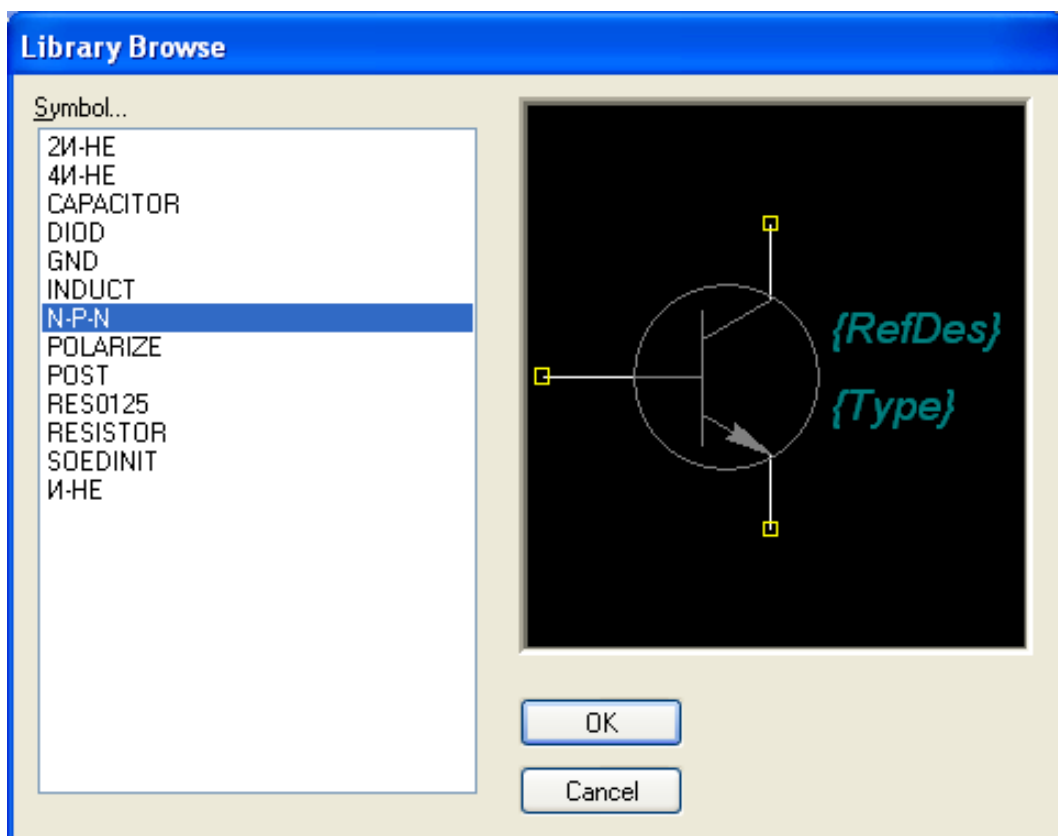

Рисунок 3.18 - Выбор символа транзистора
- Для этого следует нажать кнопку **Select Symbol**. В открывшемся окне **Library Browse** (рис. 3.18) в списке символов найти «**N-P-N**», выделить его цветом и нажать кнопку **OK**.